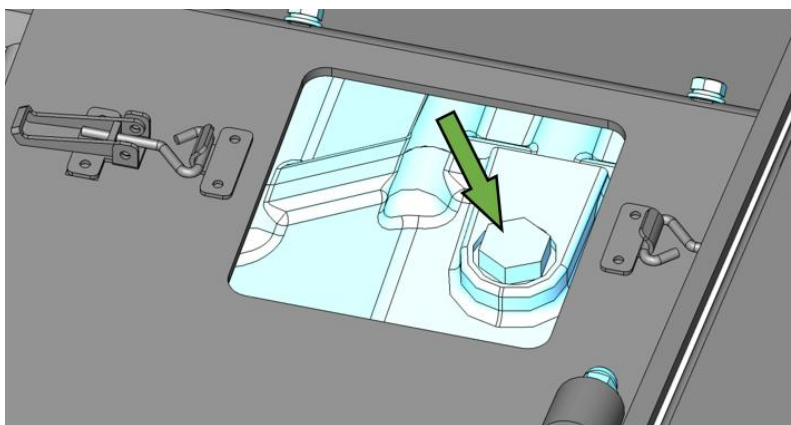
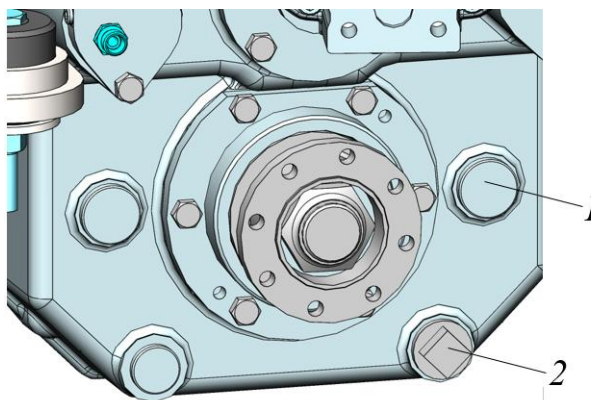

Рисунок 5.71. Заливная пробка коробки передач
Рисунок 5.72. Пробка сливного отверстия коробки передач
- ▶ Ключом  на 27 отвернуть и снять пробку заливной горловины (показано стрелкой), рис. 5.71
- ▶ Ослабить пробку наливной горловины, но не снимать ее с наливной горловины, см. рис. 5.71.
- ▶ Ключом  на 24 ослабить сливную пробку 2, рис. 5.72. Установить под сливную пробку 2 заранее подготовленную емкость . Выкрутить сливную пробку и слить масло с коробки передач.
- Ключом  на 37 отвернуть пробку контрольного отверстия 1, см. рис. 5.72.
- Снять пробку наливной горловины, рис. 5.71, и через наливную горловину заправить коробку маслом. Уровень масла в коробке контролировать по контрольному отверстию пробки 1, рис. 5.72. Объем и наименование используемого масла см. п. 5.2.1 **Заправочные объемы смазочных материалов**.